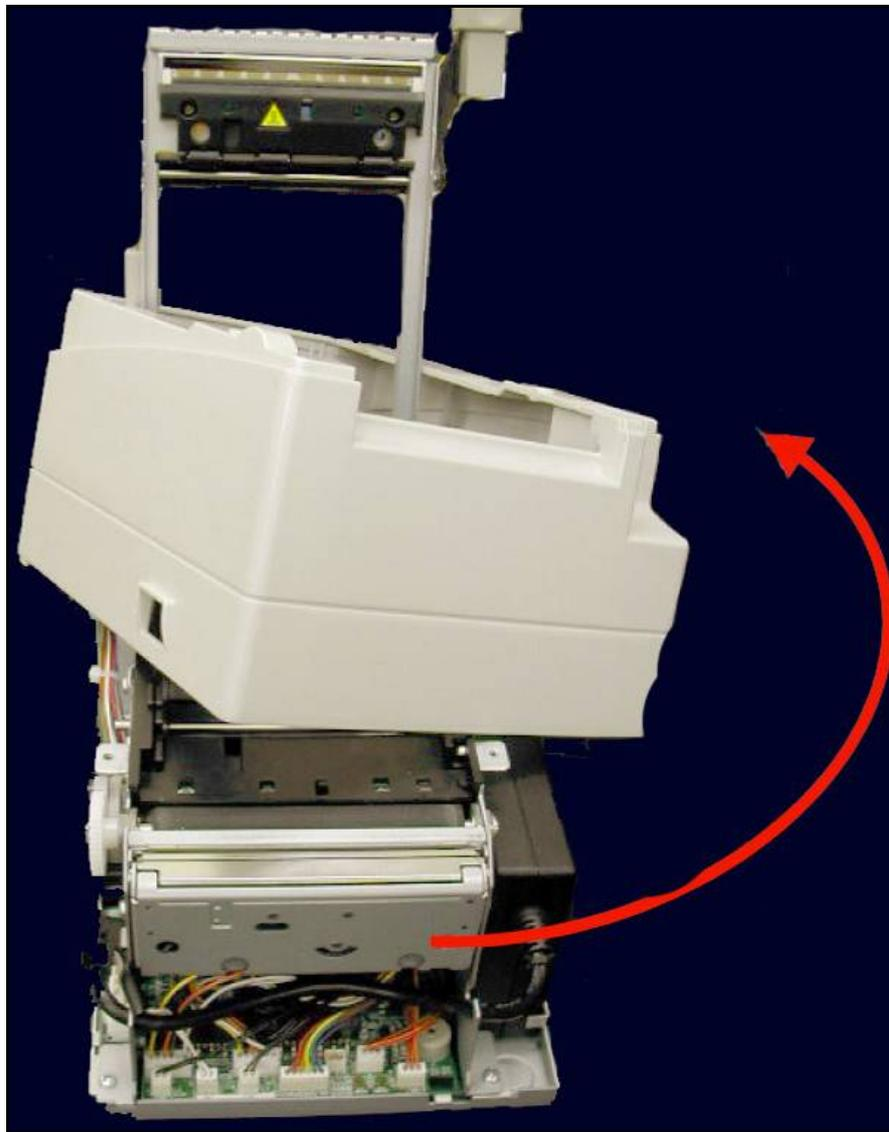

Рисунок 7 – Снятие кожуха принтера.
- 2.3.5. Вращательным движением снимите кожух принтера (см. рис. 7).